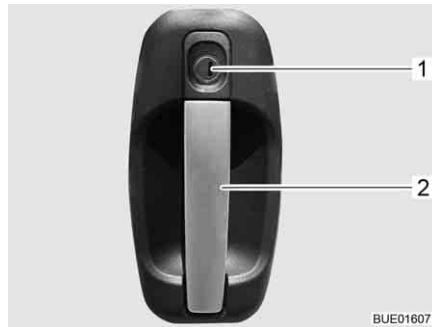

Fig. 48 Serrure de la porte cellule, à l'extérieur
- Insérer la clé dans le barillet (Fig. 48,1) et la tourner jusqu'à ce que la serrure de la porte soit déverrouillée.
- Tirer sur la poignée de la porte (Fig. 48,2). La porte est ouverte.
- Insérer la clé dans le barillet (Fig. 48,1) et la tourner jusqu'à ce que la serrure de la porte soit verrouillée.